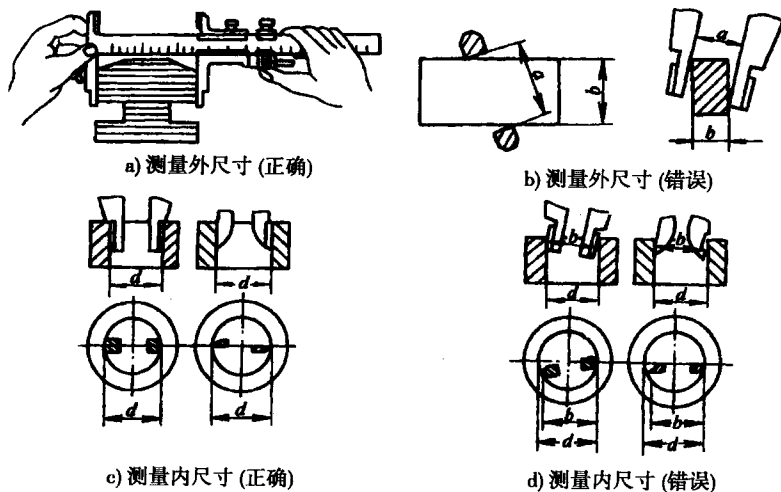

图 1-1-5 测量外尺寸和内尺寸
(1) 使用前擦净量爪, 检查量爪及刃口是否完好, 两量爪合并时是否漏光, 尺身和游标的零线要对齐。
(2) 测量内、外尺寸时, 量爪应慢且轻地接触测量表面, 卡尺不能偏斜, 如图 1-1-5 所示。
(3) 读数时, 人的视线尽可能与游标卡尺的刻线表面垂直, 将游标卡尺置于水平位置, 以免视线歪斜造成读数误差。